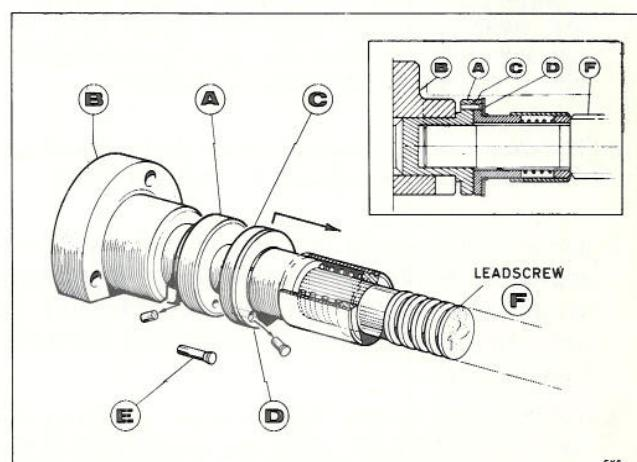

Fig. 22
La transmission est protégée contre les surcharges excessives par une goupille de cisaillement prévue dans la commande de la vis mère juste à l'avant de la boîte d'avance, voir fig. 22. Pour remplacer une goupille cisaillée, débrayer d'abord la commande de la vis-mère (F) en plaçant le levier de droite de la boîte d'avance dans la position Y. Puis, tourner l'arbre (A) muni d'une bride qui porte la goupille cassée en direction de la fente au fond du carter de la boîte d'avance (B). Pousser le collier (C) muni d'un ressort vers la droite et pousser la goupille dans la fente. Tourner ensuite la cuvette (D) pour rendre accessible la tête de la goupille et l'enlever du collier (C).
Das Getriebe wird gegen Überlastung durch einen Scherstift gesichert, welcher sich im Antrieb der Leitspindel unmittelbar vor dem Vorschubgetriebe befindet (siehe Abb. 22).
The transmission is protected against severe overload by a shearpin fitted into the leadscrew drive, just forward of the gearbox, see Fig. 22.